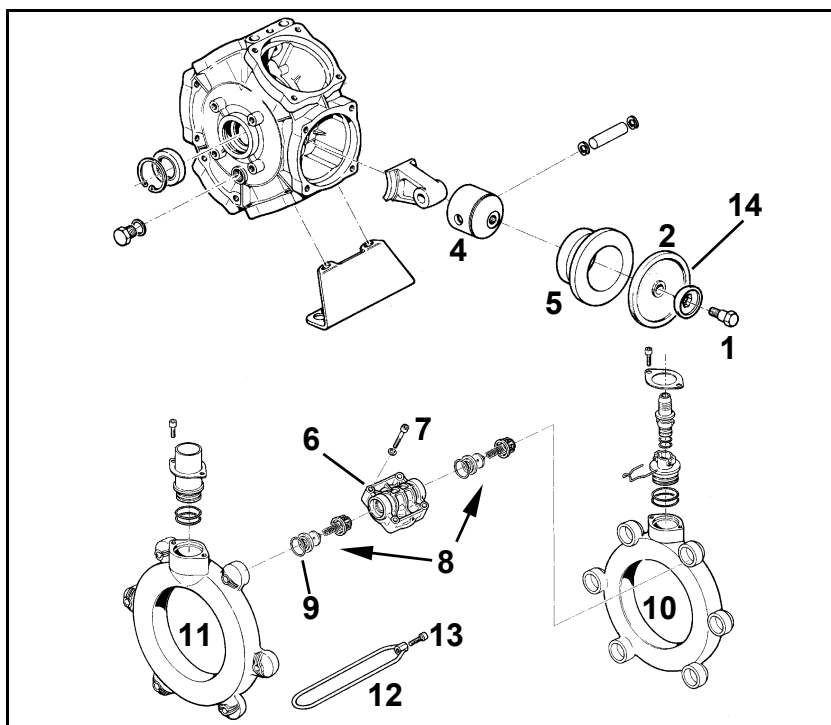

Bild 223
- Spänn fast kolvmembranet (Bild 223/2) med skruv (Bild 223/1) och bricka (Bild 223/3) i kolven (Bild 223/4) så att kanten (Bild 223/14) pekar mot cylindertoppen (Bild 223/6).
- Skruvarna (Bild 223/13) måste dras åt korsvis med angivet moment. Felaktig dragning kan leda till spänningar med läckage som följd.
1. Lossa skruvarna (Bild 223/1) och dra kolvmembranen (Bild 223/2) tillsammans med brickan (Bild 223/3) från kolven (Bild 223/4).
3. Demontera cylindern (Bild 223/5) från pumphuset.
6. Återmontera cylindern (Bild 223/5) i pumphuset.
7. Montera kolvmembranen (Bild 223/2).
8. Montera cylindertoppen (Bild 223/6) på pumphuset med skruvarna (Bild 223/7) och dra åt korsvis.
9. Montera ventilsets (Bild 223/8) efter kontroll och rengöring.
10. Montera nya o-ringar (Bild 223/9).
11. Montera sug- (Bild 223/10) och tryckrör (Bild 223/11) på pumphuset och montera spännbygeln (Bild 223/12).
12. Montera locket och dra åt skruvarna (Bild 223/13) korsvis med **11 Nm**.